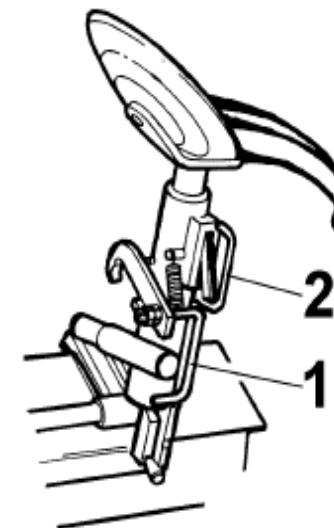

Рис.12
6. Для подъёма монтажного рычага, отпустите фиксатор (#1 Рис. 12) и возьмите рукоятку (#2 Рис.12). Рычаг уравновешен пружинным механизмом и поэтому требует минимального усилия. При фиксации рычага в рабочем положении убедитесь что вы приложили должное усилие и достигли надёжной фиксации.